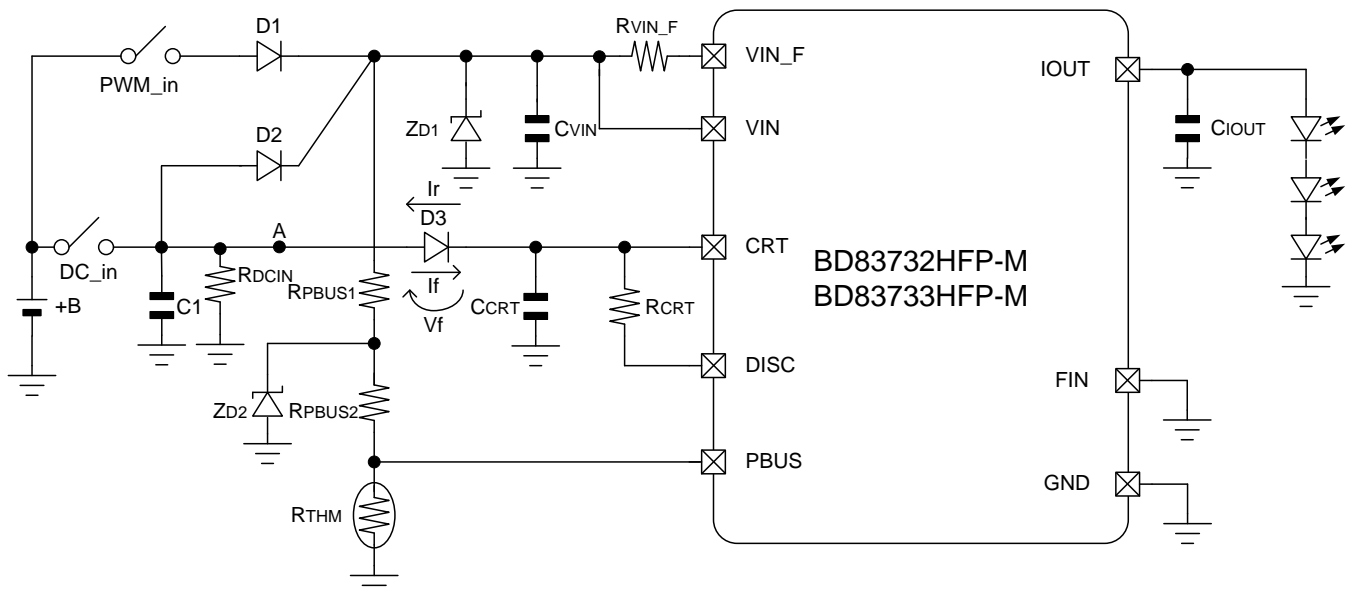

Figure 16. 逆接防止ダイオードによる CRT 立上り/立下り時間のずれのメカニズムについて
- ① PWM 調光動作モード時、Figure.16 の A 点は Hi-Z となっている
- ② D2 と D3 の逆方向電流 I_r が A 点側に流れる